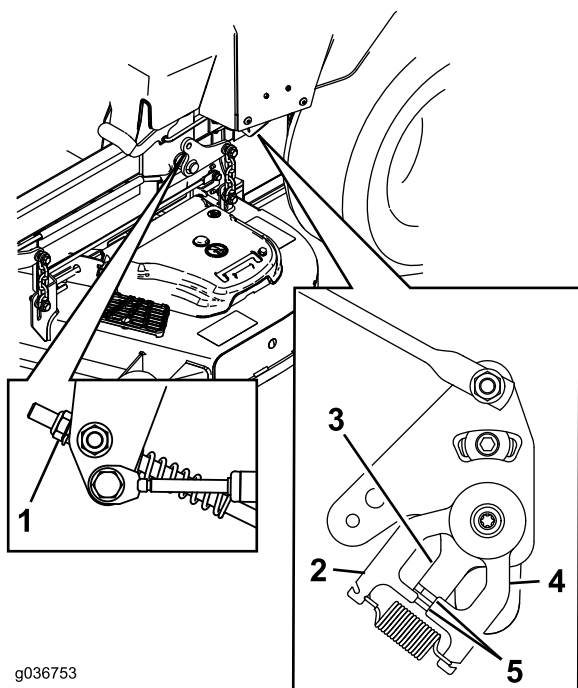

Figure 70
11. Réglez la longueur des tiges de pompes en tournant l'écrou dans le sens voulu jusqu'à ce que les roues tournent légèrement en marche arrière (Figure 69 et Figure 70).